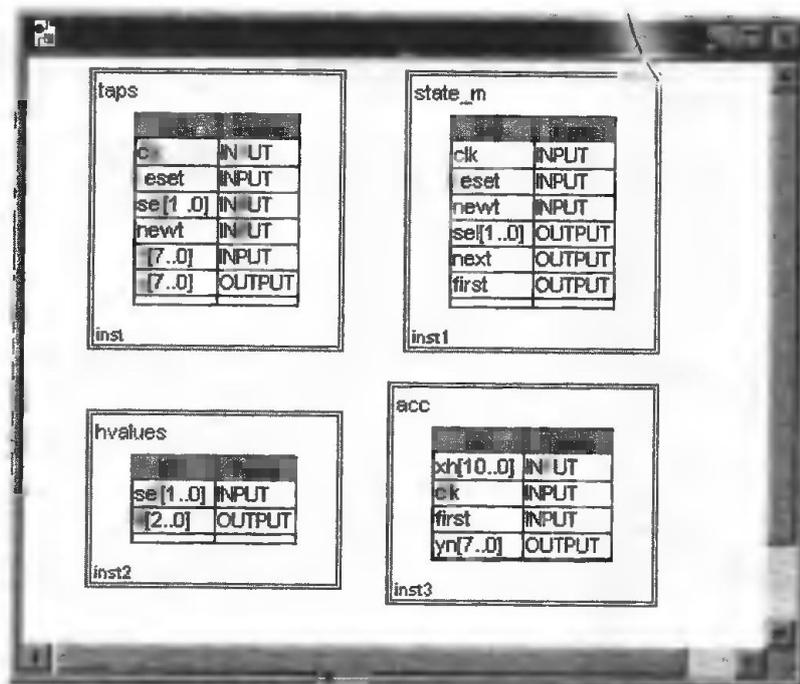

Рис. 3.14
- Для перемещения любого из блоков на новое место на панели инструментов редактора **Block Editor** выберите **Selection Tool** (указатель выделения) или нажмите клавишу **Esc**. Наведите указатель на нужный блок, затем нажмите левую кнопку мыши и, удерживая ее, перетащите блок на новое место. После окончания создания четырех блоков, расположите их примерно так, как показано на рис. 3.14.